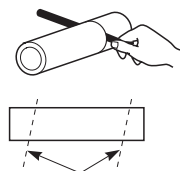

Fig. 3-48
5. Mida el espesor de la pared, del borde interior al borde exterior, luego corte el tubo de PVC, ligeramente al biés, 6 mm más corto que el espesor de la pared. (Fig. 3-48)